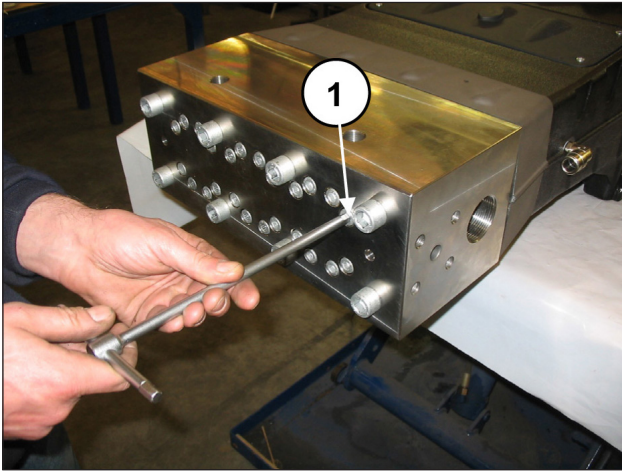
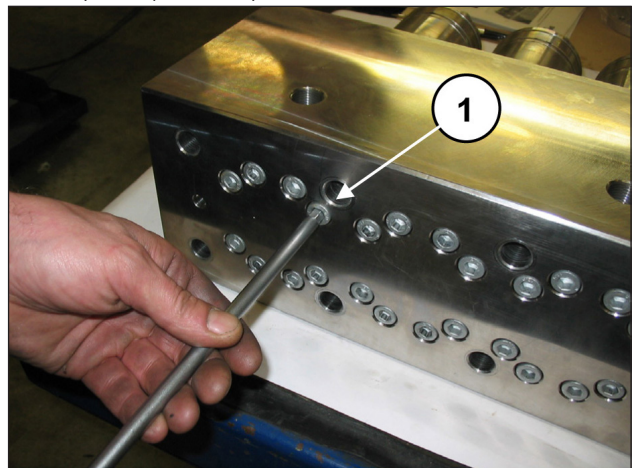
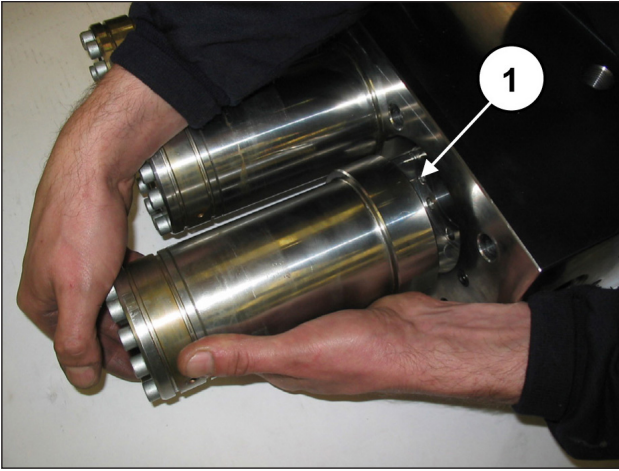

Abb. 94
Abb. 99
Abb. 100
Verfahren Sie zur Abnahme der Ventilgruppen wie folgt: Lockern Sie die Befestigungsschrauben M10x140 von Buchsen und Kopf (Pos. ①, Abb. 94), um sie freizulegen.
Lösen Sie die Befestigungsschrauben M10x140 von Buchsen und Kopf (Pos. ①, Abb. 99) und ziehen Sie Buchsengruppen heraus (Pos. ①, Abb. 100).
Verfahren Sie zur Abnahme der Kolbenbaugruppen wie folgt: Trennen Sie den Kopf und das Distanzstück der Buchsen vom Pumpengehäuse gemäß den Hinweisen in Abschn. 2.2.1 (von Abb. 94 bis Abb. 100).